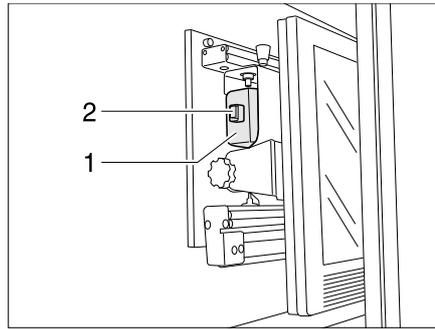

Bild 6 Halterung im TV-Schrank
- Fernsehgerät in Ausgangsstellung (Bild 6) drehen und ggf. einrasten lassen.
- Halterung für den Flachbildschirm am Griffstück (Bild 6,1) nach hinten schieben. Der Riegel (Bild 6,2) schnappt ein.